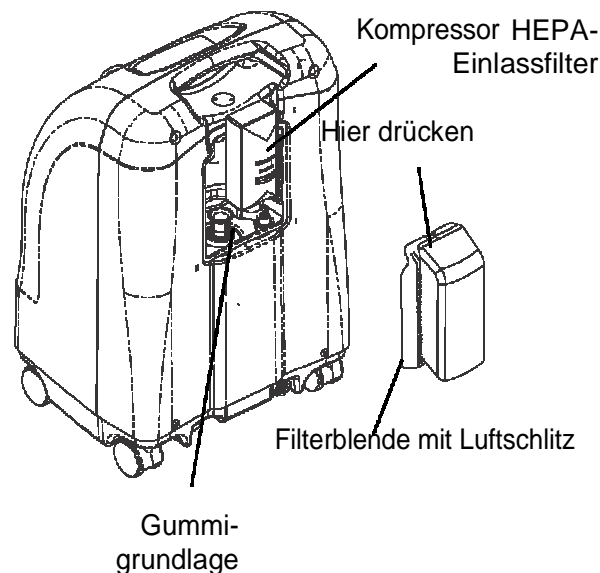

BILD 6.3 Kompressor HEPA-Einlassfilter ersetzen
3. Für einen einfacheren Zugang zum HEPA-Auslassfilter, entfernen Sie den Kompressor HEPA-Einlassfilter, indem Sie den Kompressor Einlassfilter greifen und nach oben herausziehen bis Sie diesen von der Gummigrundlage entnommen haben (BILD 6.3).
BEMERKUNG: Siehe hierzu BILD 6.3 auf Seite 26.